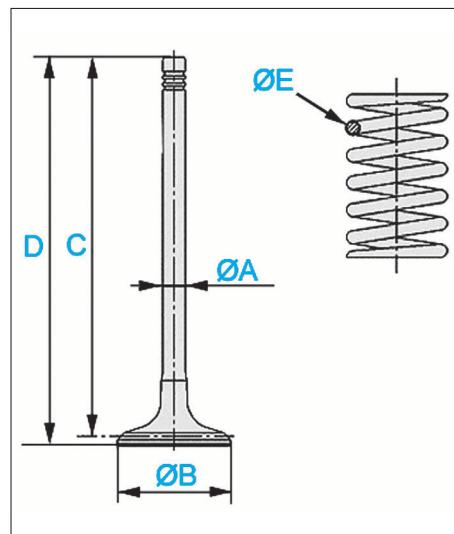

FIG. 6
Diamètre (E) (Fig.6) du fil : $3 \pm 0,03$ mm.
Cotes (Fig.6)